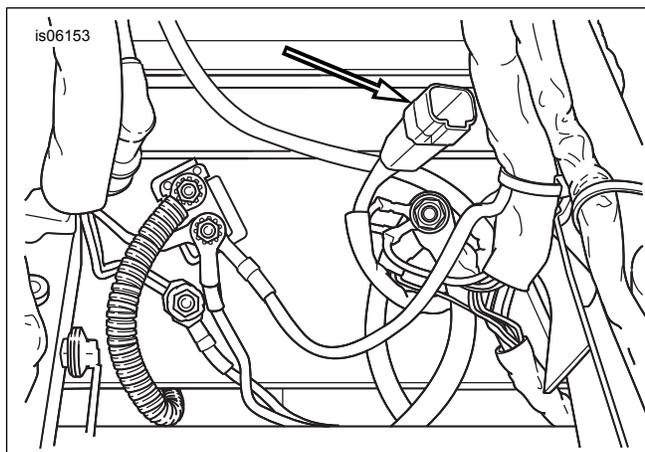

Abbildung 1. Lage des Nebenverbrauchersteckverbinders [4] unter dem Sitz
10. Den vierpoligen Nebenverbrauchersteckverbinder [4] im Bereich unter dem Sitz ausfindig machen. Siehe Abbildung 1. Den Verschluss vom Nebenverbrauchersteckverbinder entfernen. Den Trittbretteinsatz-Kabelbaum am Nebenverbrauchersteckverbinder anschließen.